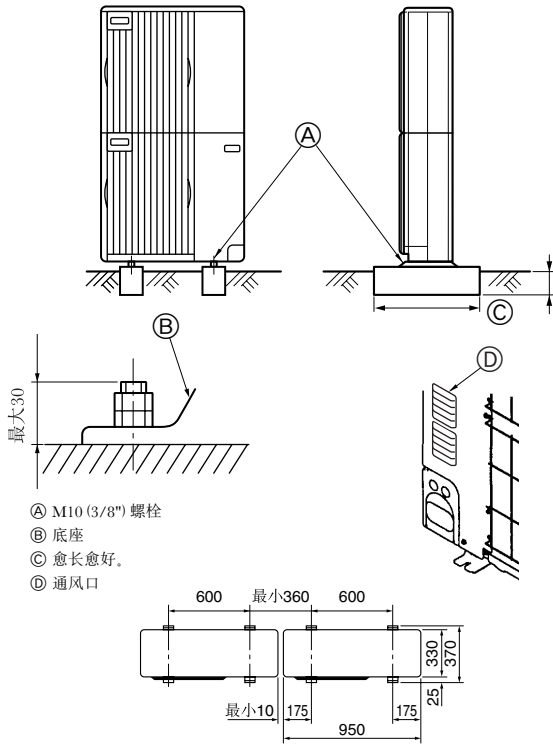

Fig. 3-1
• 请将机组安装于稳固、水平的表面上，避免运作时发出噪声。(Fig. 3-1)